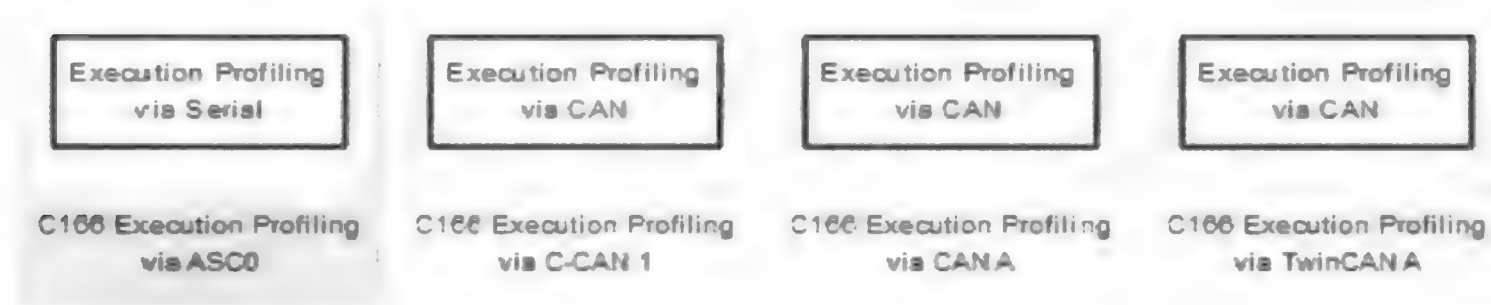

图 6.1.5 执行分析子库
(4) 执行分析。该子库包含模块 C166 Execution Profiling via ASC0/C-CAN 1/CAN A/TwinCAN A,如图 6.1.5 所示。